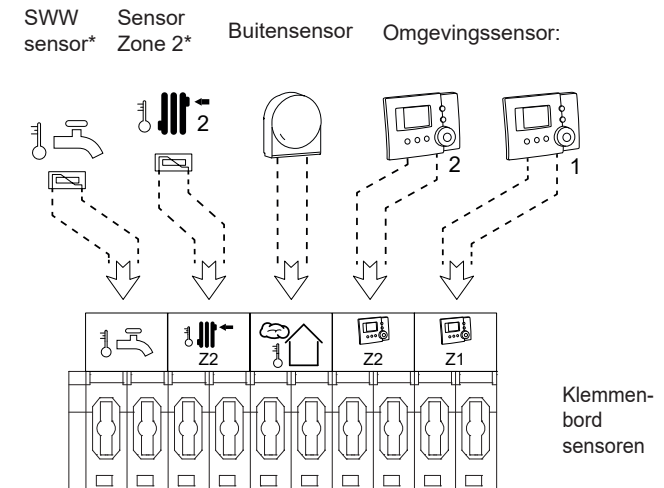

fig. 45 - Het aansluiten van de warmtepompregelaar (accessoires en opties)
- Sluit de buitensensor aan (fig. 45).
Sluit de omgevingssensor 1 aan (*fig. 45*).
Sluit de omgevingssensor 2 aan (*fig. 45*).